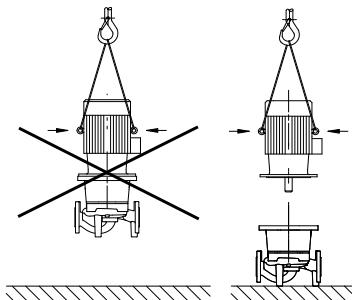

Рис. 6: Транспортировка двигателя (принципиальная схема)
- Если на двигателе установлены проушины для транспортировки, то они служат только для транспортировки двигателя, и транспортировка всего насоса с их помощью недопустима (рис. 6).